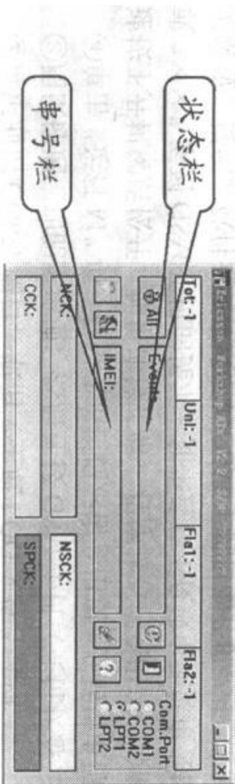

图 2-11
(1) 双击“EricLab”图标，即可打开扩展菜单视窗，如图 2-11 所示。